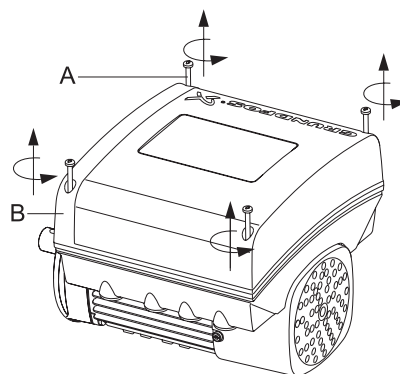

Рис. 14 Снятие крышки клеммной коробки
1. Открутите четыре винта (рис. 14, А) и снимите крышку клеммной коробки (рис. 14, В).
11. Установите крышку клеммной коробки (рис. 14, В) и затяните по диагонали четыре монтажных винта (рис. 14, А) с моментом затяжки 6 Н·м.